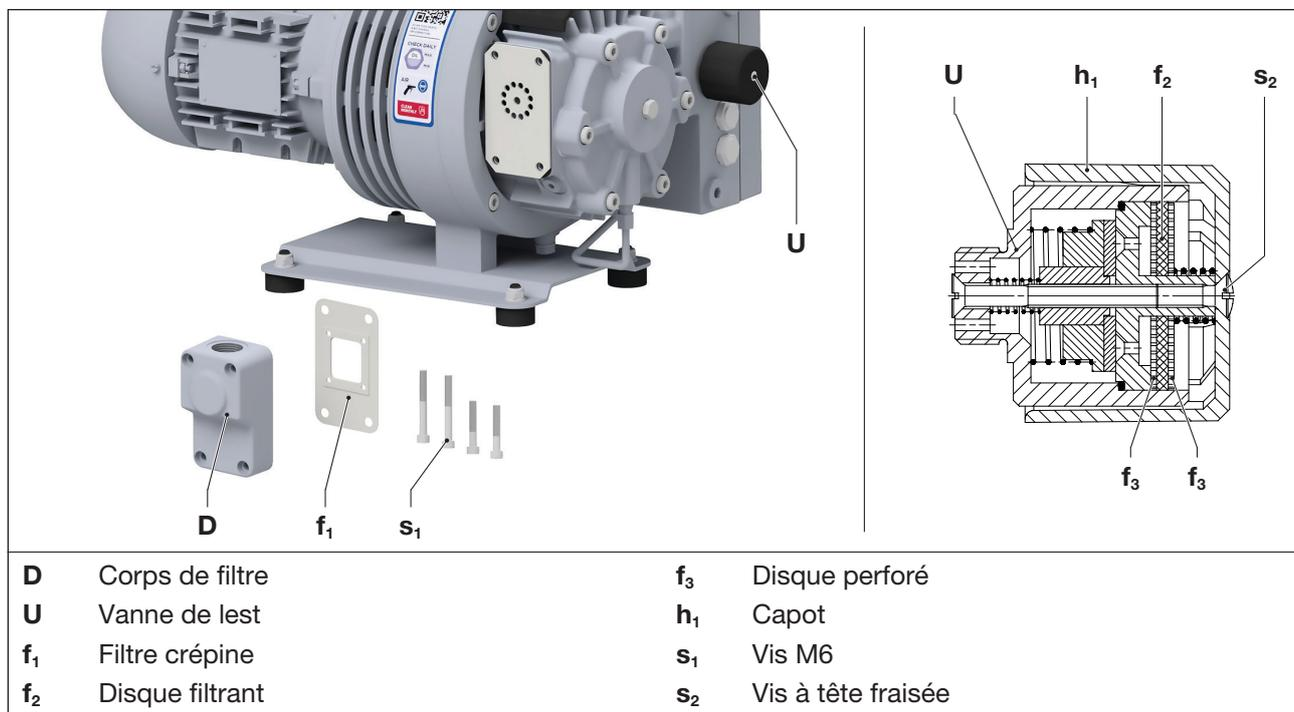

Fig. 6 Filtre crépine et vanne de lest
Il faut nettoyer le filtre crépine (Fig. 6/f₁), par lavage ou soufflage, ou le remplacer, plus ou moins souvent selon le degré d'impureté de la substance aspirée.
- Retirez le corps de filtre (Fig. 6/D) de la pompe après avoir desserré les vis (Fig. 6/s₁).
- Sortez le filtre crépine (Fig. 6/f₁) du corps de filtre (Fig. 6/D) et nettoyez-le.
- Insérez le filtre crépine (Fig. 6/f₁) dans le corps de filtre (Fig. 6/D) et fixez le corps de filtre sur la pompe à l'aide des vis (Fig. 6/s₁). Couple de serrage : 10 Nm
Les pompes fonctionnent avec une vanne de lest (Fig. 6/U). Il faut nettoyer le disque filtrant intégré (Fig. 6/f₂) plus ou moins souvent selon le degré de contamination de la substance qui le traverse.
- Desserrez la vis à tête fraisée (Fig. 6/s₂) et retirez le capot en plastique (Fig. 6/h₁).
- Nettoyez par soufflage ou remplacez le disque filtrant (Fig. 6/f₂) et les deux disques perforés (Fig. 6/f₃).
- Placez le disque filtrant (Fig. 6/f₂) entre les disques perforés (Fig. 6/f₃) et insérez-les dans la vanne.
- Remontez le capot en plastique (Fig. 6/h₁) et fixez la vanne de lest sur la pompe à vide à l'aide de la vis à tête fraisée (Fig. 6/s₂). Serrez la vis à tête fraisée à la main.